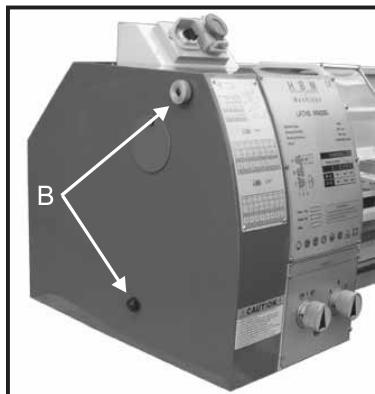

Рис. 19
1. Отвернуть два крепежных винта (B, Рис. 19) и снять защитную крышку.